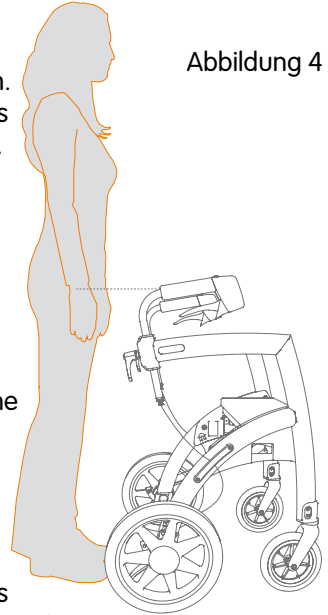

Abbildung 4
- b. Um festzustellen, was für Sie die korrekte Höhe darstellt, stellen Sie sich mit herabhängenden Armen zwischen die Handgriffe des Rollz Motion. Die Handgriffe sollten sich in Höhe Ihrer Handgelenke befinden (Abb. 4).